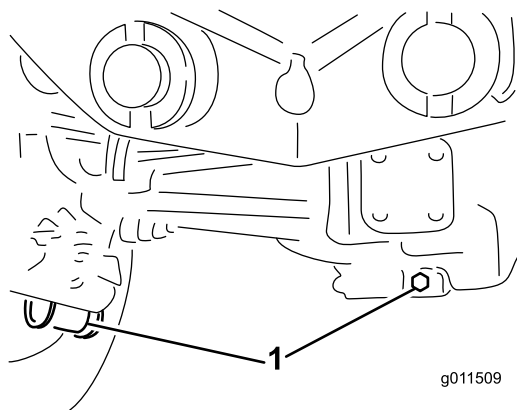

Figura 107
2. Limpie la zona alrededor de los tres tapones de vaciado, uno en cada extremo y uno en el centro (Figura 107).